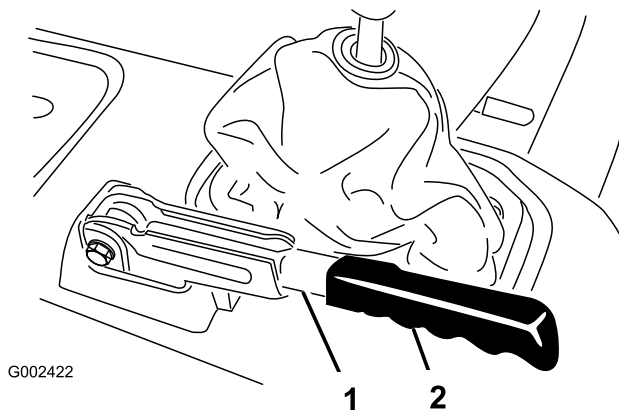

Bild 62
1. Nehmen Sie den Gummigriff vom Feststellbremshebel ab (Bild 62).